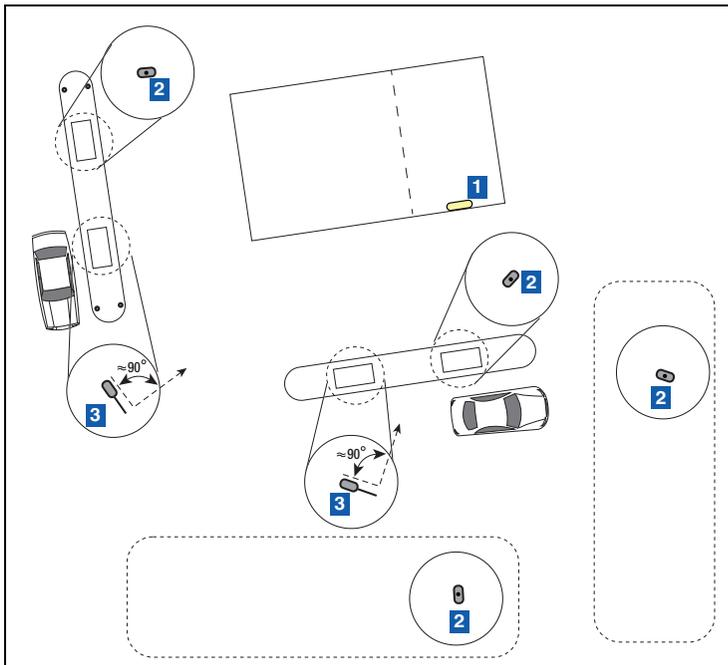

Figure 27. Positionnement horizontal des antennes des transmetteurs
2. Lorsqu'il est impossible d'installer le transmetteur avec l'antenne orientée verticalement (perpendiculaire au sol), l'antenne doit être orientée horizontalement (parallèle au sol) et à un angle d'environ 90 degrés par rapport à l'emplacement de la passerelle (voir la Figure 27).
LÉGENDE DE LA FIGURE 27